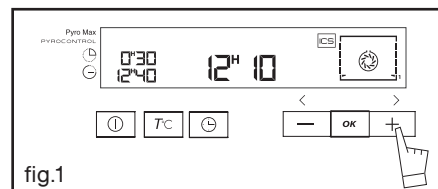

fig.1
Druk op toets ① en selecteer met de + toetsen de functie ICS (fig.1).